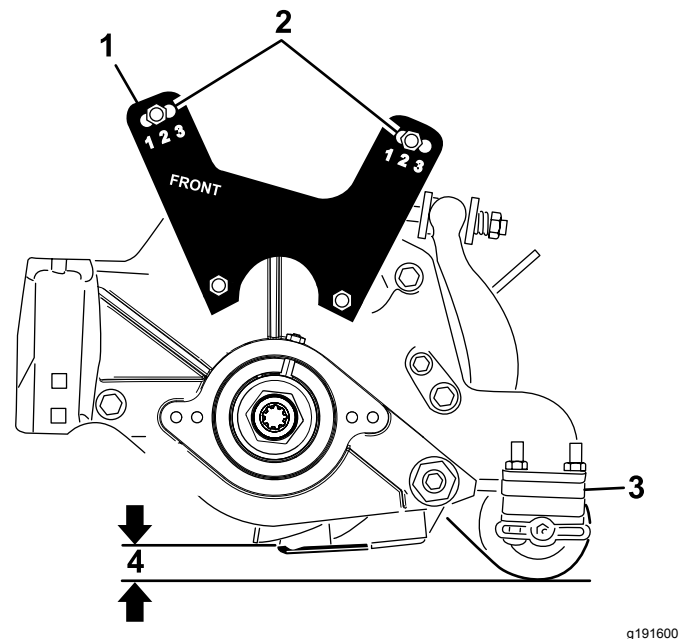

Bild 21
- Senken Sie die Schneideinheit auf den Boden ab und messen den Abstand zwischen dem Boden und der Oberkante des Untermessers, wie in **Bild 21** abgebildet..